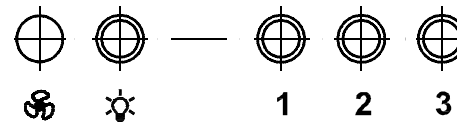

РИС. 8
7.2.2 Кнопочный переключатель (рис. 8) с лампой индикации имеет четыре кнопки с фиксацией.